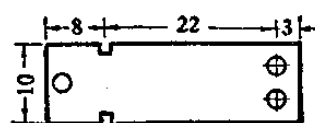

图 9-20
3. 衔铁:基本上与前面一只继电器的衔铁相同,式样大小如图 9-20,也是用 2 毫米厚的铁片制成的,事前最好也象铁心那样放在炉火中处理一下。图上 8 毫米处的缺口,可用钢锯条锯或用薄锉刀锉出来,深和宽各 1 毫米,将来缺口正好装在支架前面的方孔里的,